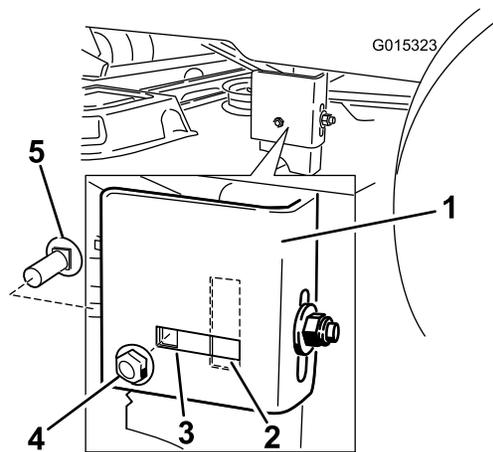

Figure 50
- Passez au côté gauche de la machine. Retirez le boulon de carrosserie et l'écrou de blocage latéraux de la position fixe et placez-les dans l'ouverture allongée arrière sans les serrer complètement (Figure 50).